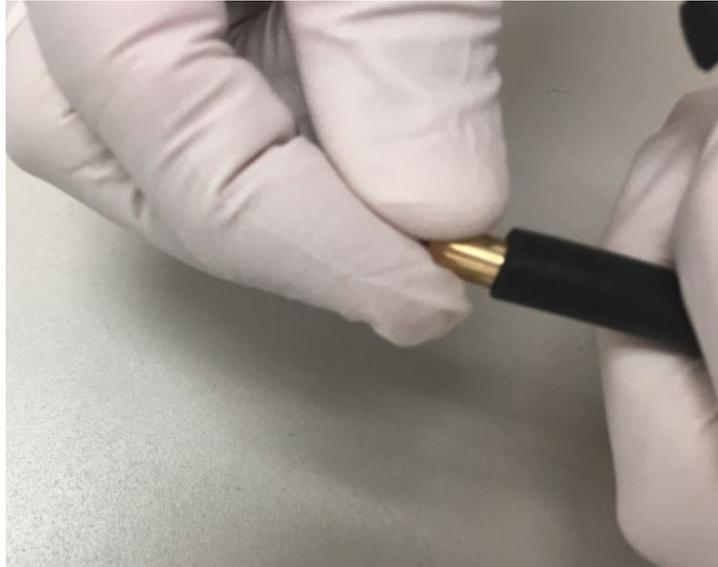

Abbildung 16: Montieren der Drosselbuchse aus Messing im Schlauch für den Ölnebelfilter
- 9) Montieren Sie die Drosselbuchse aus Messing in dem kleinen schwarzen Schlauch für den Ölnebelfilter. Siehe Abbildung 16.